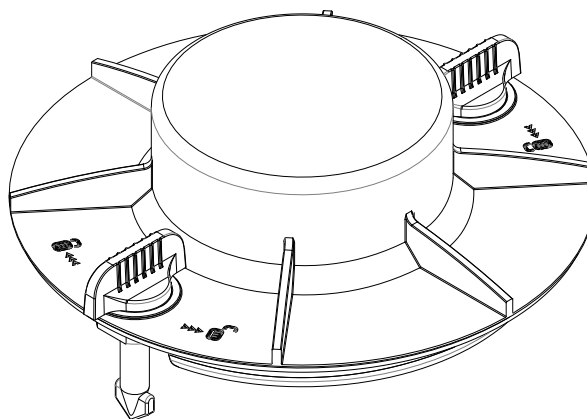

图 5.2 $24 \times 2\text{ ml}$ 固定架
1.2) $24 \times 2\text{ ml}$ 固定架外形如图 5.2 所示。